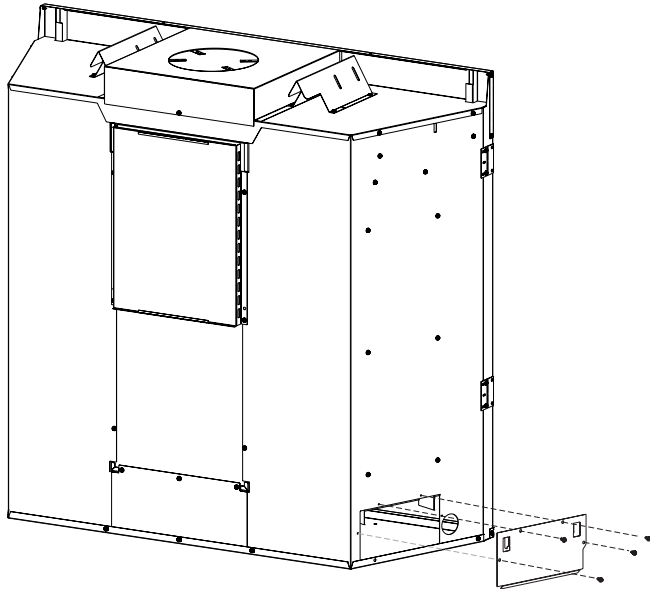

Figure 1
- Après avoir coupé l'alimentation électrique, enlever les quatre vis et la plaque comme montré à la **Figure 1**.